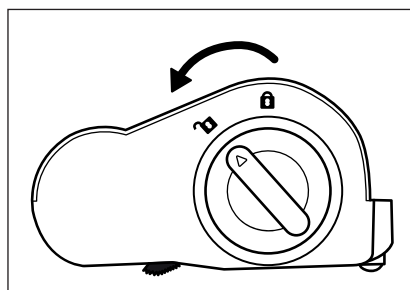

Fig. 26
❷ ATTENZIONE!
- Utilizzare l'apparecchio solo con il rullo a spazzola ❷ montato correttamente.
❸ Nota
- Pulire regolarmente il rullo della spazzola ❷, per garantire il funzionamento regolare dell'apparecchio e per evitare guasti.
- 1) Rimuovere la spazzola per pavimenti ❶ dal tubo di aspirazione ❸ o dall'apparecchio (vedere capitolo **Smontaggio dell'apparecchio**).
- 2) Disimpegnare il rullo a spazzola ❷ spostando lo sblocco del rullo a spazzola ❸ in direzione del simbolo  (aprire) (vedere fig. 26).